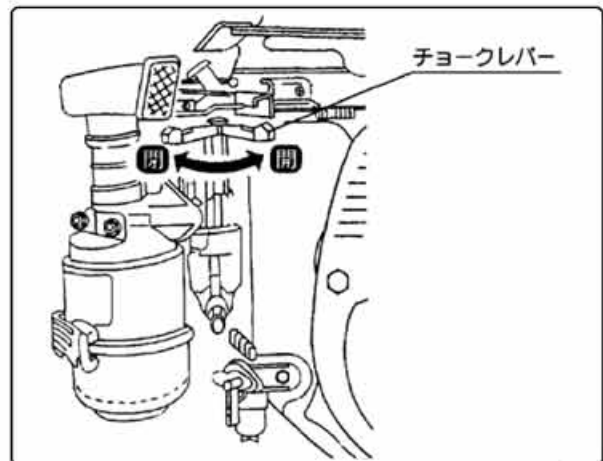

図6
- ⑥ 外気温がおよそ15℃以上の時にはチョーク操作は不要です。それ以外の時にはチョークレバーを【全閉】位置にします。一度暖まったエンジンを始動するときには、チョークレバーを【開】または【半開】位置にしてください。(図6)